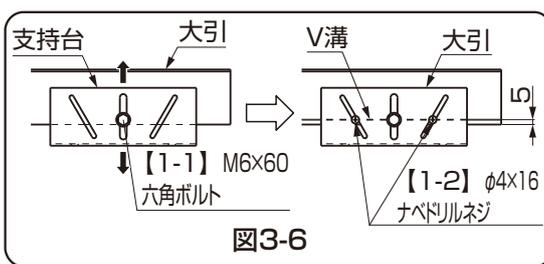
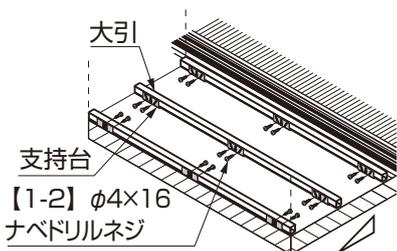

図3-6
図3-7 床板縦張り
- ②大引を設置してください。(図3-7、3-8参照)
- ③大引位置がずれないように、大引の両端に床板を仮止めしてください。
- ④両端に仮止めした床板などを利用して、床の高さ、水平を調整してください。
- ⑤すべての支持台の高さを決めた後、支持台を大引のV溝に【1-2】で固定してください。(図3-6参照)